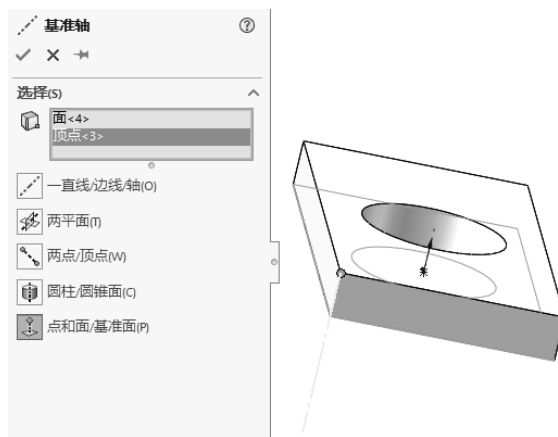

图 1-96 【点和面/基准面】方式建立基准轴
(5) 使用【点和面/基准面】方式建立基准轴，如图 1-96 所示。